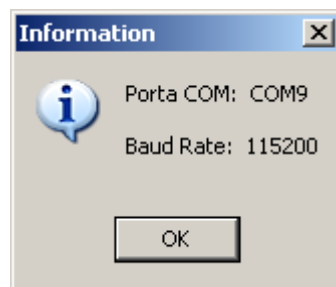

Fig. 38: Reconocimiento correcto del instrumento
9. Un mensaje como el indicado en Fig. 38 indica el correcto reconocimiento por parte del PC